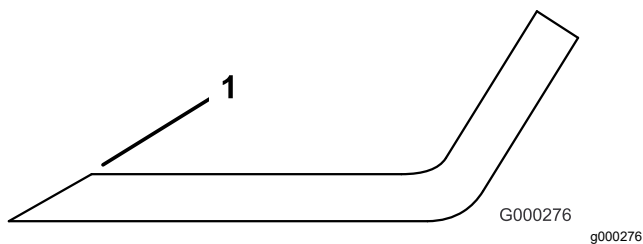

Figura 100
3. Inspeccione los filos de corte de todas las cuchillas, y afílelos si están romos o tienen mellas (Figura 100).
Nota: Afile únicamente la parte superior del filo y mantenga el ángulo de corte original para asegurar un filo correcto (Figura 100). La cuchilla permanece equilibrada si se retira la misma cantidad de metal de ambos filos de corte.